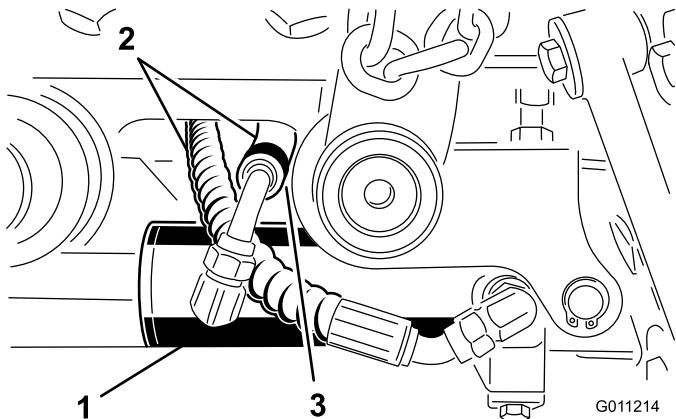

Figura 16
6. Sujete el extremo derecho del cilindro de elevación al brazo de elevación derecho con un pasador y 2 espaciadores (Figura 16). Sujételo con un anillo de retención.
Nota: Con los brazos de elevación totalmente elevados, los manguitos deben quedar en la posición mostrada en Figura 16 y estar separados 0,04-0,12 pulgadas (1 a 3 mm) del brazo de elevación.